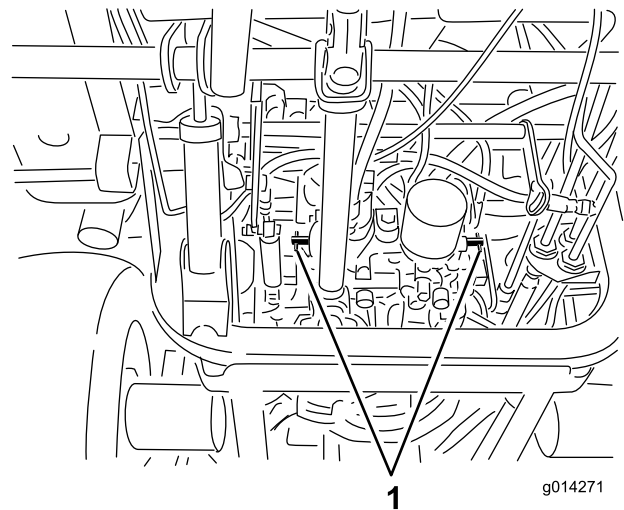

Figure 43
4. Tournez chaque vanne de dérivation d'un tour dans le sens anti-horaire (Figure 43).
Tournez chaque vanne de dérivation d'un tour dans le sens horaire et serrez-les à la main (couple de serrage de 8 N·m [71 po-lb] approx.) (Figure 43).